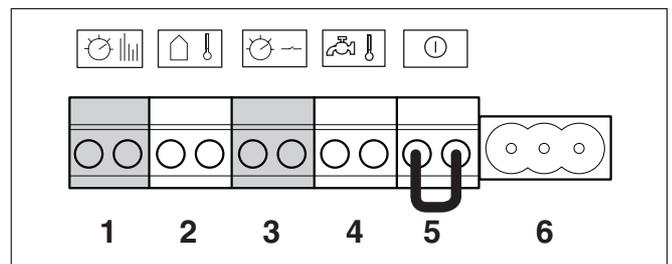

Fig. 33 Morsettiera – unità di servizio ambiente e richiesta di calore non in tensione
- Non è possibile collegare un termostato contemporaneamente alla connessione RC (fig. 33, **pos. 1**) e alla connessione a morsetto della richiesta termica a potenziale zero (ON-OFF) (fig. 33, **pos. 3**).